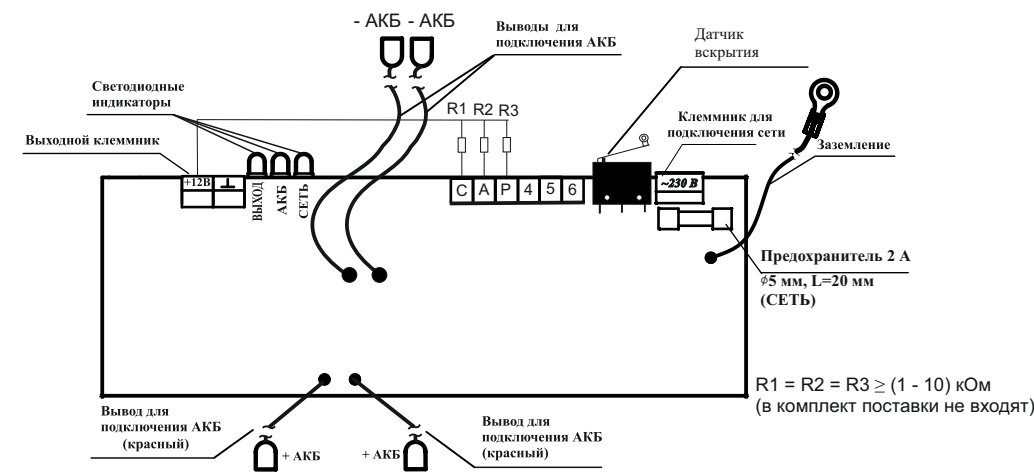

Рисунок 1 - Плата источника
- При закрытии крышки источника питания срабатывает концевой выключатель, который произво-дит изменение состояния на клеммах «4», «5» и «6» (см. рисунок 1). При нажатии рычага концевого выключателя контакты «4» и «5» замкнуты, а «4» и «6» разомкнуты. При открытой крышке контакты «4» и «5» разомкнуты, а «4» и «6» замкнуты.
6.3 Подключение источника (см. рисунок 1) производить в следующей последовательности: